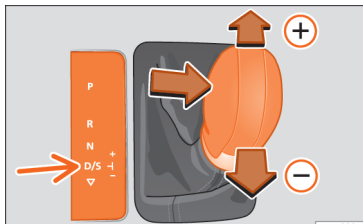

Abb. 138 Hebel in Tiptronic-Stellung.
- Drücken Sie den Hebel nach vorn (+) oder zurück (-), um hoch- oder herunterzuschalten »» **Abb. 138**.